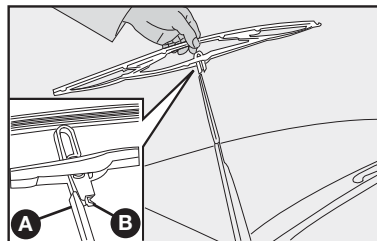

fig. 22
### Substituição das palhetas do limpador do para-brisa - fig. 22
2) Tirar a palheta apertando a trava **B**-fig. 22 na haste **A** e simultaneamente empurrando-a para baixo; a seguir, desengatar a palheta da haste **A**;